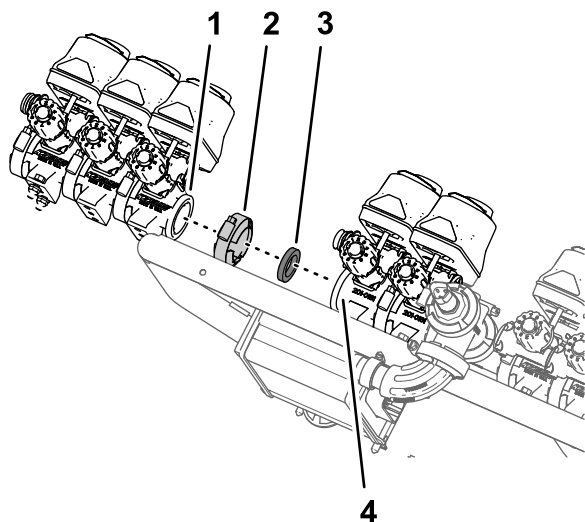

Figura 104
- Montate le 3 valvole di sezione (Figura 104) che avete rimosso al passaggio 8 di Rimozione delle valvole di sezione dal supporto del collettore (pagina 35) sulla flangia della valvola 7 del gruppo valvole dell'irroratrice con il morsetto flangiato e la guarnizione che avete rimosso al passaggio 4 di Rimozione delle valvole di sezione dal supporto del collettore (pagina 35).